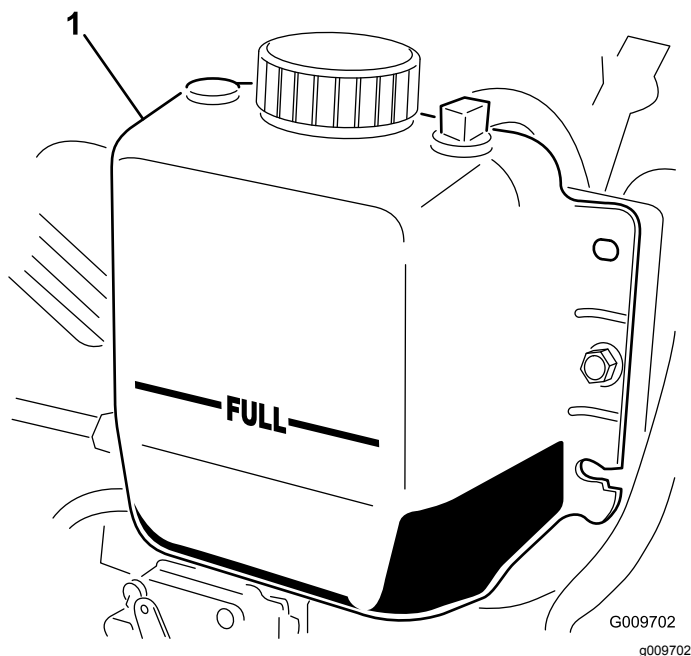

図 17
2. ラジエーター内部の液量を点検する。補給口の首の上部まであればよい。また、補助タンク側面についているFULLマークまであればよい 図 17。